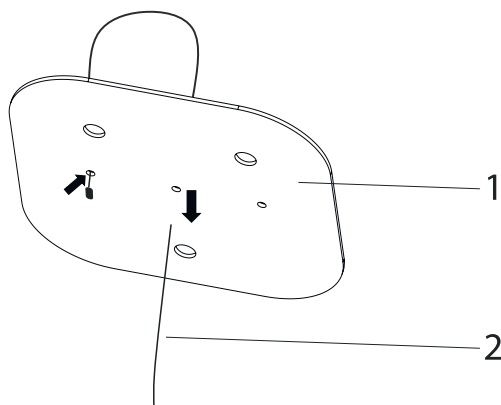
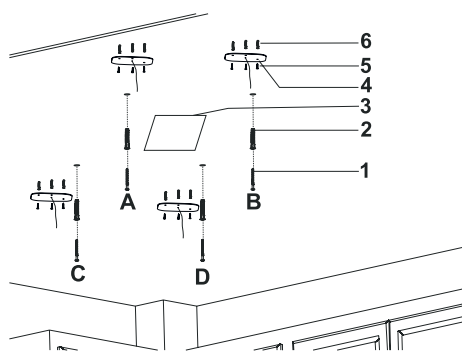

Fig. 8
Fig. 9
- 2. ➤ För stålvajern genom hålen i upphångningsplattan (Fig. 8).
- 3. Skruva in 5,5 x 60 skruvar vid punkterna A, B, C och D och ➤ lämna 5 mm avstånd mellan skruvhuvud och tak (Fig. 8).
- 4. Sätt in Ø8mm pluggar i punkterna K, L, J, HI, G, M, N, O, P, R & S (Fig. 8/6) och fäst upphångningsplattan vid punkterna och fäst med 4,8x50 skruvar (Fig. 9/5).
Placera monteringsritningen i taket där flåkten ska monteras och markera sedan punkterna A, B, C och D (Fig. 9).
- 5. Skruva in 5,5 x 60-skruvar i punkterna A, B, C och D och lämna 5 mm avstånd mellan skruvhuvud och tak (Fig.9).
Använd monteringsritningen för att markera hålet för utsugskanalen och strömkontakten (Fig. 9).